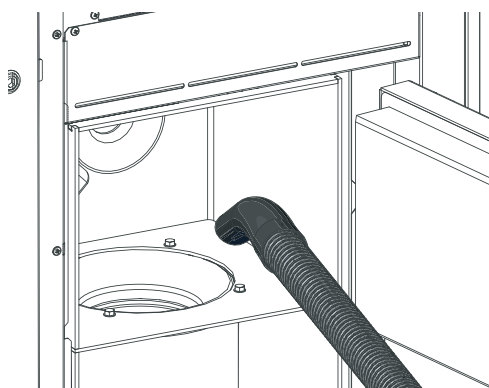

Fig. 52 Verbrennungsrückstände aus dem Brennraum entfernen
- ▶ Verbrennungsrückstände mit dem Staubsauger aus dem Brennraum entfernen – Fig. 52.